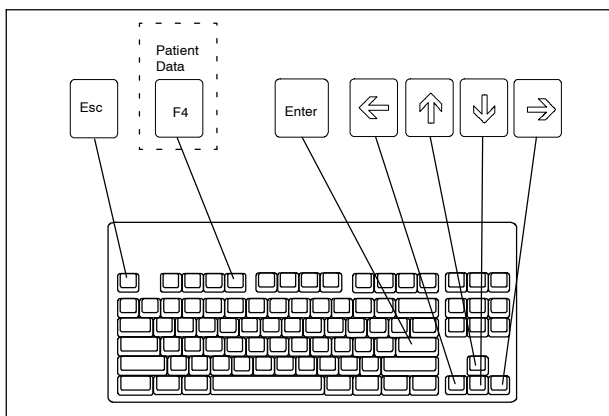
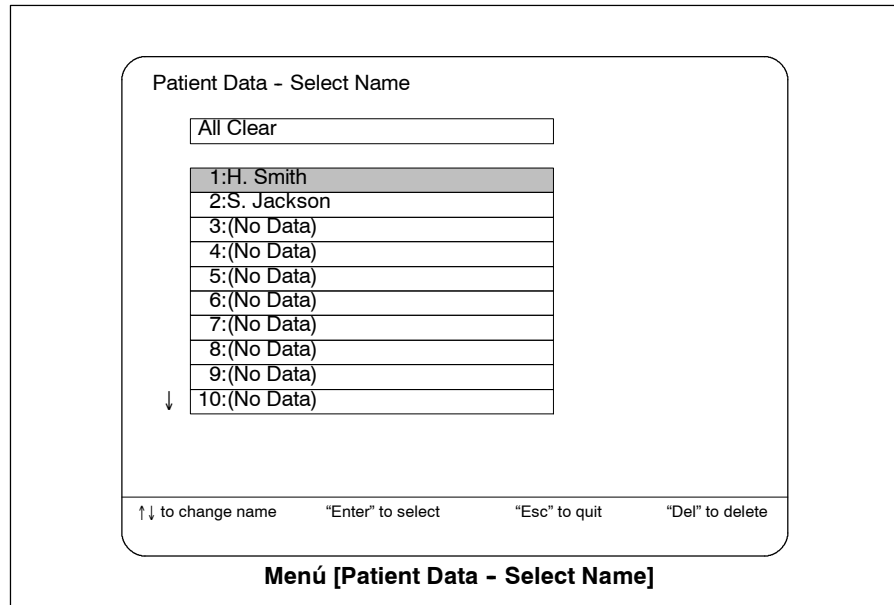

Figura 6.39
Figura 6.40
1. Pulse la tecla F4 (Patient Data) del teclado (ver figura 6.39). El menú [Patient Data - Select Name] aparecerá en la pantalla (ver figura 6.40).